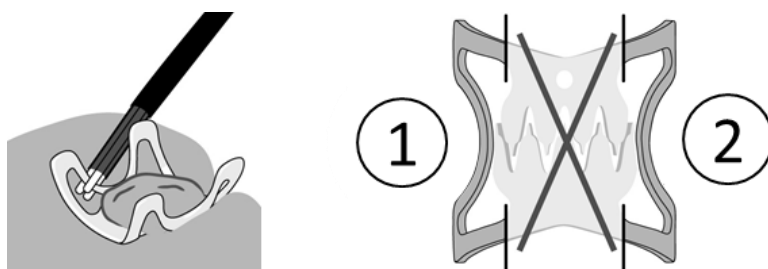

図 17 DC カッターによるクリップの切断
- (1) 内視鏡を切断・除去対象のクリップのあるところまで送達します。
- (2) 内視鏡の操作チャンネルに DC カッターを挿入し、チップの間にクリップが位置するようにしてクリップとの接触を保ってください。クリップと DC カッター間に十分な電氣的接触があると、シグナル音が鳴り続けます。
- (3) シグナル音が鳴っている間に、フットスイッチを 1 回押して印加し、クリップの切断を開始します。1 回の切断プロセスが完了すると、シグナル音が止み、ステータスディスプレイが約 6 秒間緑色に点滅します。その後、シグナル音の断続音が鳴り、ステータスディスプレイは緑色に点灯し、DC インパルスが再び印加可能であることを示します。
- (4) クリップの歯が付いていない辺を向かい合わせで 2 箇所切断するのが望ましいです。(図 17 ①の辺を切断した後に、②の辺を切断する)